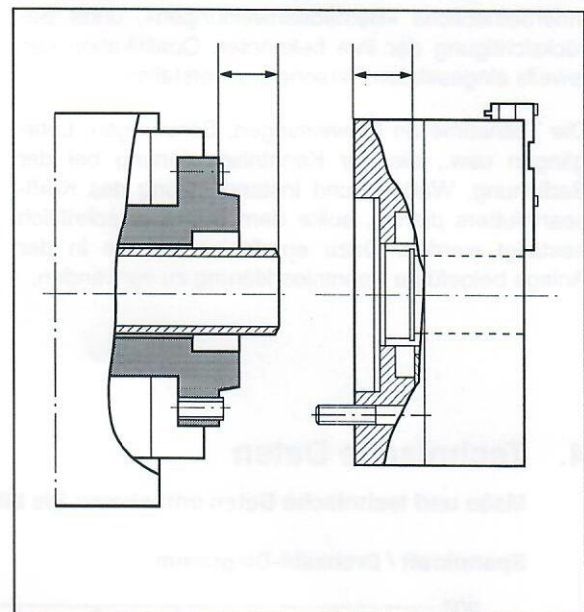

Bild 5.1
- Durch Betätigung des Spannzylinders Zugrohr in vorderste Stellung fahren (siehe Bild 5.1)